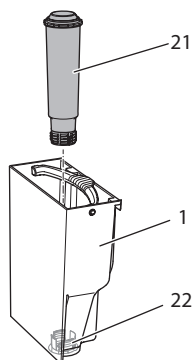

Fig. 15: Montaggio e smontaggio del filtro dell'acqua
- Rimuovere il filtro dell'acqua (vedere Fig. 15 a pagina 114).
9. Installare un filtro nuovo nel serbatoio dell'acqua (vedere *Fig. 15*).
3. Rimuovere il filtro dell'acqua (vedere *Fig. 15*).